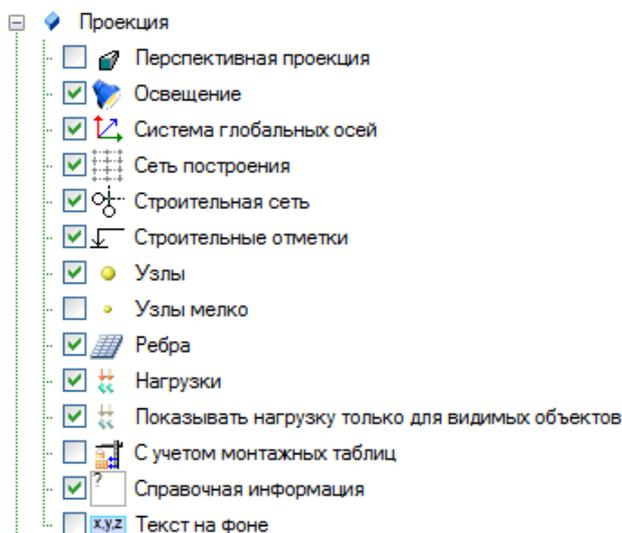

Рисунок 2.187
- **Проекция** (рисунок 2.187);